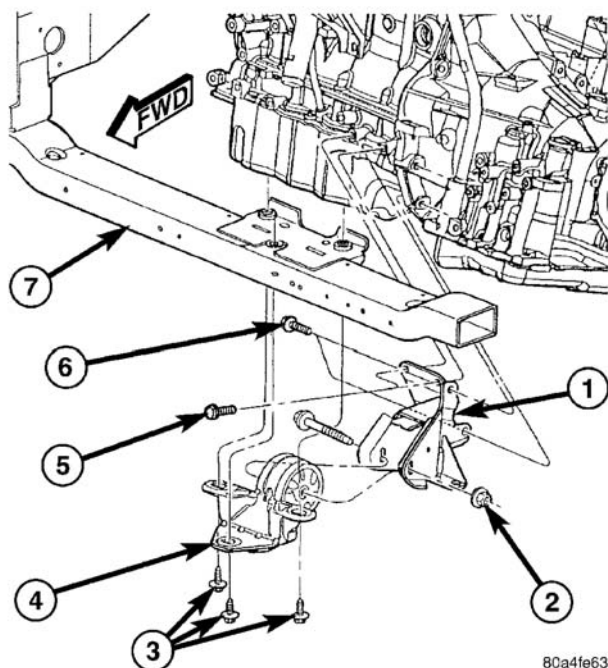
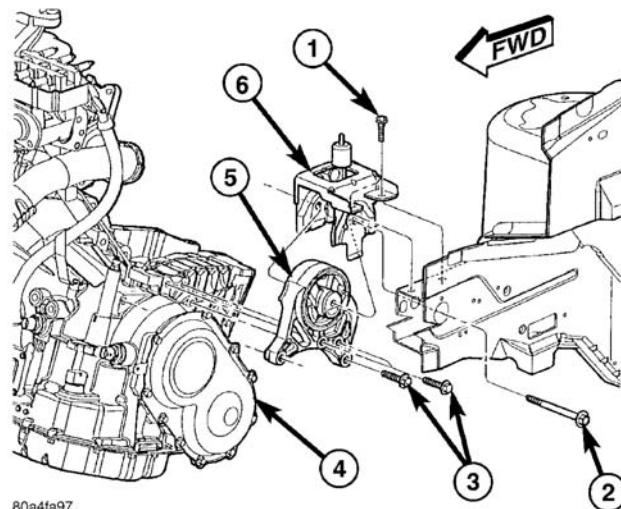
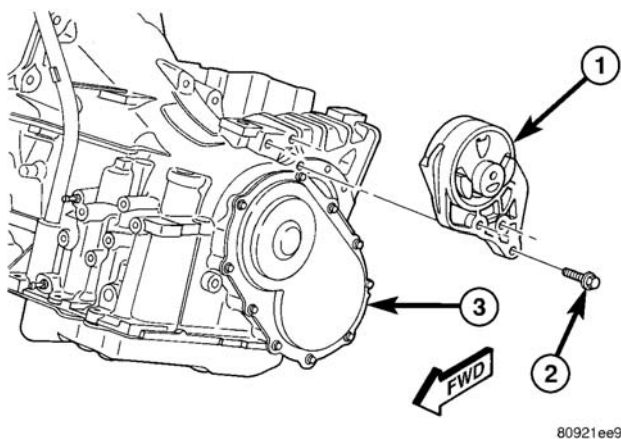
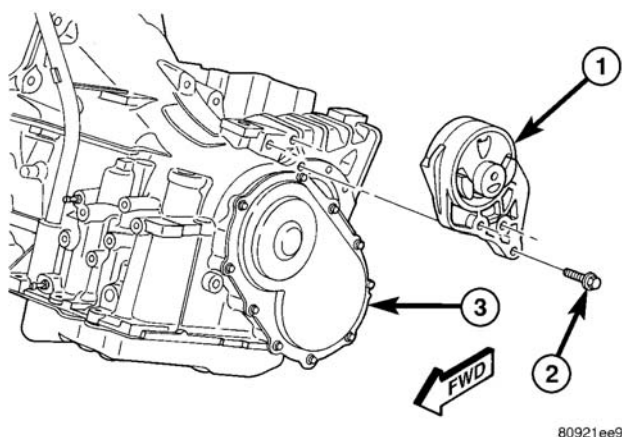

图 79 前支座和支架
图 80 左支座至支架
图 81 左支座-31TH 变速桥
图 82 下部结构
- (1) 用举升器升起车辆。
- (2) 从绝缘体卸下前发动机支座贯穿螺栓(图 79)。
- (3) 卸下发动机前支座螺栓和卸下绝缘组件(图 79)。
- (4) 视需要从发动机上卸下前支座支架(图 79)。
- (1) 若已将前固定支架拆卸，请将其安装回发动机定位（图 79）。
- (2) 安装绝缘体固定组件（图 79）。
- (3) 透过螺栓，将前发动机支座安装至绝缘体（图 79）。
- (4) 降下车辆。
- (1) 用吊车升起车辆。
- (2) 卸下左前轮。
- (3) 卸下左支座贯穿螺栓接触盖。
- (4) 用合适的千斤顶支撑变速桥。
- (5) 卸下发动机前支座贯穿螺栓以允许左支座去除间隙（图 79）。
- (6) 卸下左支座至车架纵梁的螺栓（图 80）。
- (7) 落下变速桥以接触水平螺栓。
(8) 从支座卸下至变速桥的水平螺栓（图 81）或（图 82）。
(1) 在变速桥上安装左固定件（图 81）或（图 82）。
- (2) 用千斤顶举升变速桥，直到左支座定位。
- (3) 使用螺栓安装左支座（图 80）。
- (4) 透过螺栓检修盖安装左支座。
- (5) 透过螺栓安装前支座（图 79）。
- (6) 安装左前轮。
- (7) 降下车辆。